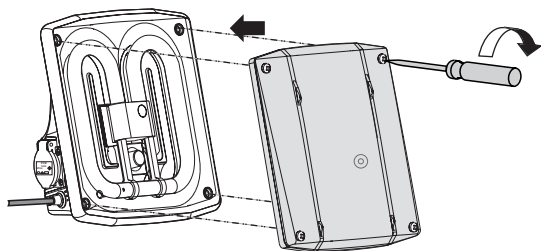

Fig. 17
5.1.5 Monte novamente o projector, insira a cobertura na posição inicial e coloque o revestimento de borracha sobre a capa. Depois aparafuse a cobertura com os 4 parafusos. (Fig. 17).